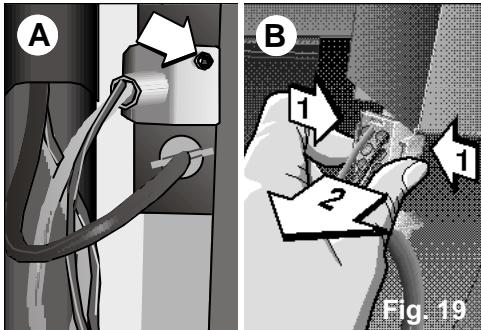

Fig. 19
- Para extraer la conexión eléctrica quitar el tornillo y sacar la tapa que lo cubre, Fig.19 A. Presionar las patillas laterales del conector con cuidado y sacarlo de su posicionamiento. Fig. 19 B.
Asegúrese que la conexión eléctrica queda cubierta por la tapa y sujeta con el tornillo correspondiente. Fig. 19 A.